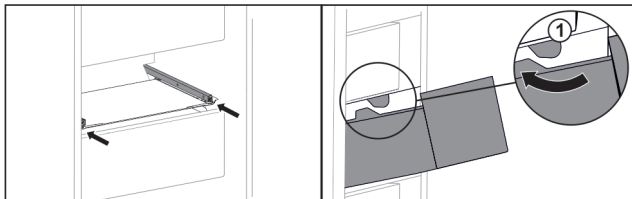

Fig. 136
- ▶ Прокарайте чекмеджето около ограничителите *Fig. 136 (1)*.